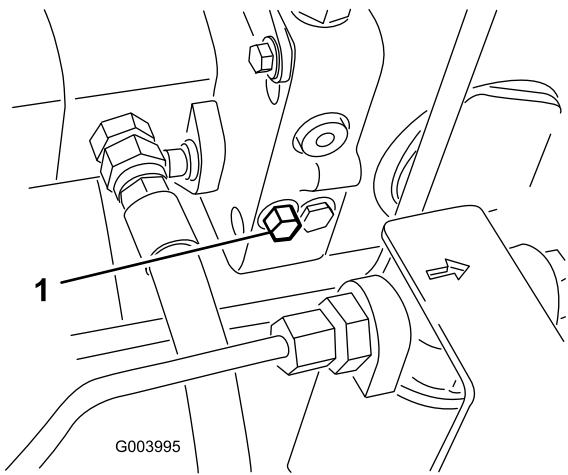

Figure 42
1. La vanne de dérivation est située du côté gauche de l'hydrostat (Figure 42). Tournez le boulon une fois et demi pour ouvrir la vanne et permettre la dérivation interne de l'huile. Il est alors possible de déplacer la machine lentement sans endommager la transmission.